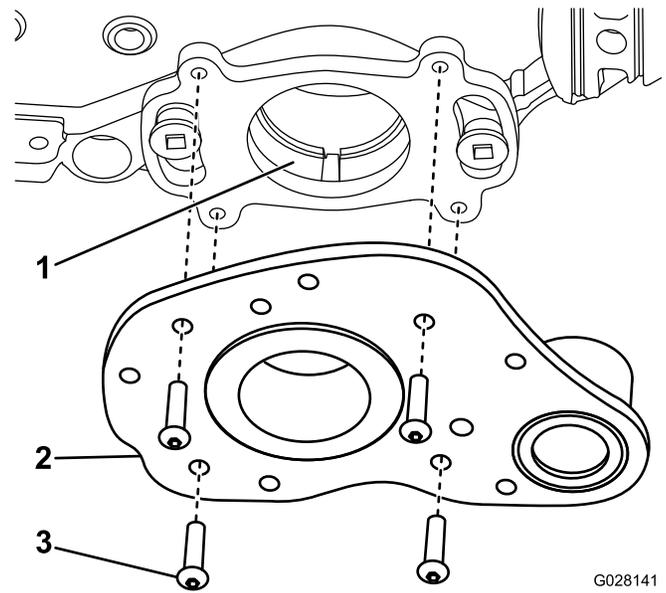

Figure 9
2. Enduisez le joint torique et le trou pilote d'une mince couche de graisse (Figure 9).
3. Fixez l'entraînement à la plaque de montage arrière avec 4 vis (Figure 9).